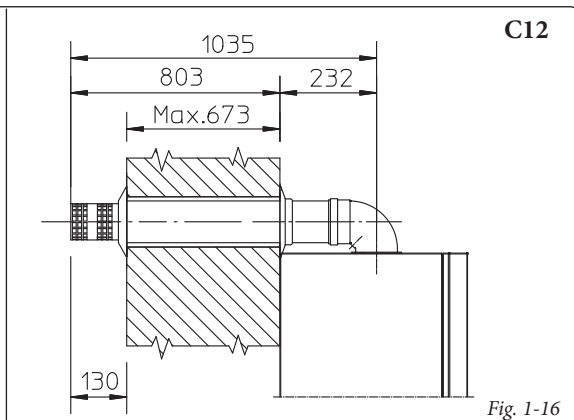

Fig. 1-16
- Applicazione con uscita posteriore (Fig. 1-16). La lunghezza del tubo di 970 mm permette l'attraversamento di una parte di spessore massimo di 673 mm. Normalmente sarà indispensabile accorciare il terminale. Determinare la misura sommando questi valori: Spessore parte + sporgenza interna + sporgenza esterna. Le sporgenze minime indispensabili sono riportate in figura.